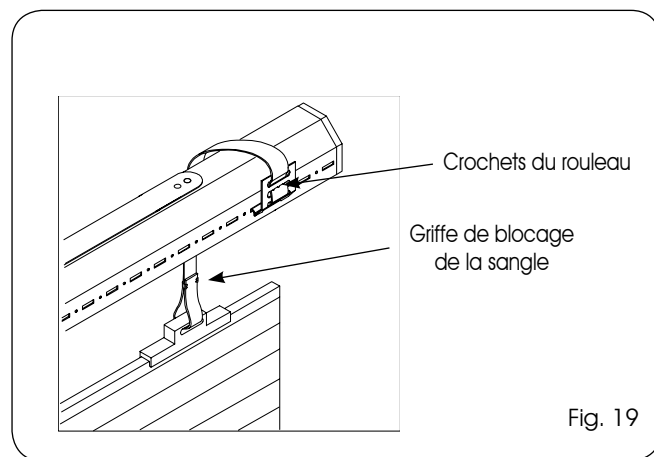

Fig. 19
**REMARQUE:** S'il est impossible d'utiliser le câble plat pour fixer les sangles, utiliser les crochets du rouleau (Fig.1 réf. ⑧), en les introduisant dans les défoncements du rouleau fixe d'après la figure 19.